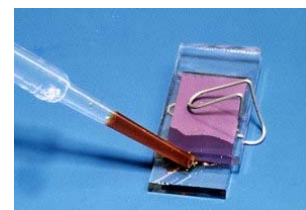

Figura 7: Activar a célula.
- b) Para “activar” a célula fotovoltaica, coloque uma gota de electrólito na célula fotovoltaica (ver figura 7).